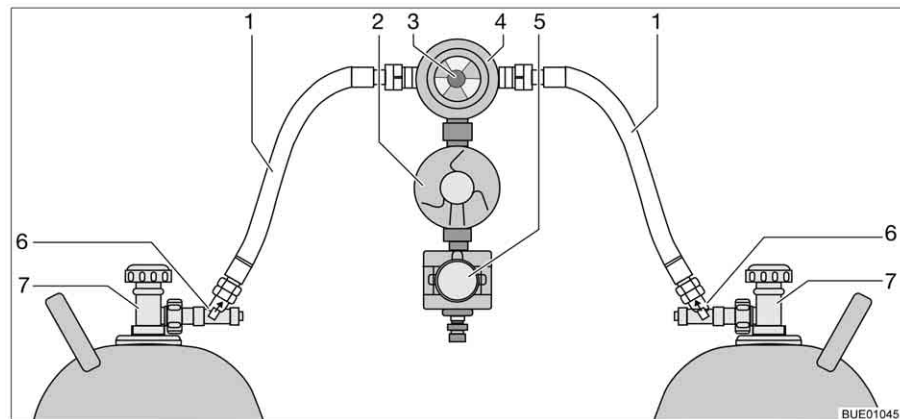

Fig. 165 Instalación de conmutación Crash-Protection-Unit
La Crash-Protection-Unit se compone de dos restrictores de desbloqueo manual (Fig. 165,6), una válvula selectora (Fig. 165,4) con regulador de presión (Fig. 165,2), una electroválvula (Fig. 165,5) y la unidad de mando con LED de tres colores. La válvula selectora está montada entre las dos bombonas de gas (Fig. 165,1).
Con el botón giratorio (Fig. 165,3) en la válvula selectora se puede determinar cuál de las bombonas de gas se utilizará como bombona de servicio y cuál bombona de gas como bombona de reserva.
En la unidad de mando (Fig. 166) únicamente pueden conmutarse las funciones eléctricas. Las llaves de paso principales de las bombonas de gas (Fig. 165,7) y los desbloques (Fig. 165,6) deben abrirse a mano.
- Abrir las llaves de paso principales en las bombonas de gas (Fig. 165,7).
- Pulsar los desbloques (Fig. 165,6), uno tras otro, durante 10 segundos.
- Con el botón giratorio (Fig. 165,3) en la válvula selectora (Fig. 165,4), seleccionar la bombona de gas de la que habrá de tomarse el gas principalmente (bombona de servicio). Girar el botón giratorio siempre hasta el tope.
- Cerrar las llaves de paso principales en las bombonas de gas (Fig. 165,7).